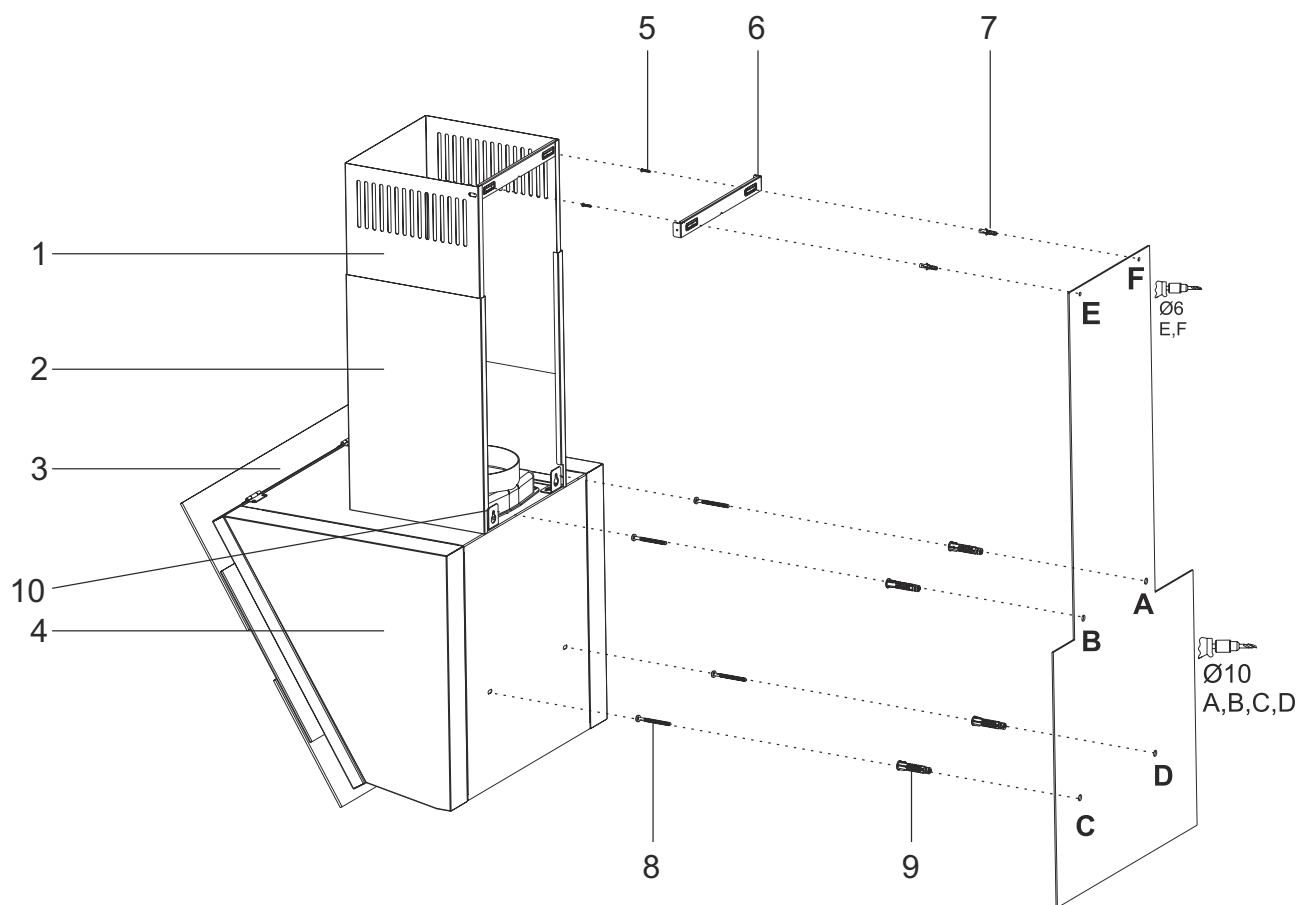

Fig. 8
2. Placere monteringskabelonen på væggen alt efter ønskede højde af emhætten i forhold til kogepladen (følg vores anbefalinger mht højde). Markerer A, B, C og D punkterne (Fig. 8).
3. På punkterne A, B, C og D bores og indsættes Ø10mm raw-plugs. Skru derefter 2 x 5,5x60 i A + B-punkterne med en afstand af 5mm mellem væggen og skruehovedet (Fig. 8).
4. Montere ophængningsbeslagene på emhættens top med 2 x M5x35 skruer (Fig. 8).
6. Stram skruerne A + B på væggen og fastmontere nu endeligt skruerne på punkterne D, C. (Fig. 8).
- Vægbeslaget til skorstenen (6) holdes hen mod væggen der hvor den skal placeres. Herefter markeres punkterne E & F (Fig. 8).
- Bor punkter E og F med Ø 6 mm bor, og sæt Ø 6 mm rawl-plugs. Monter vægbeslaget til skorstenen med 3,9x22 skruer (Fig. 8).